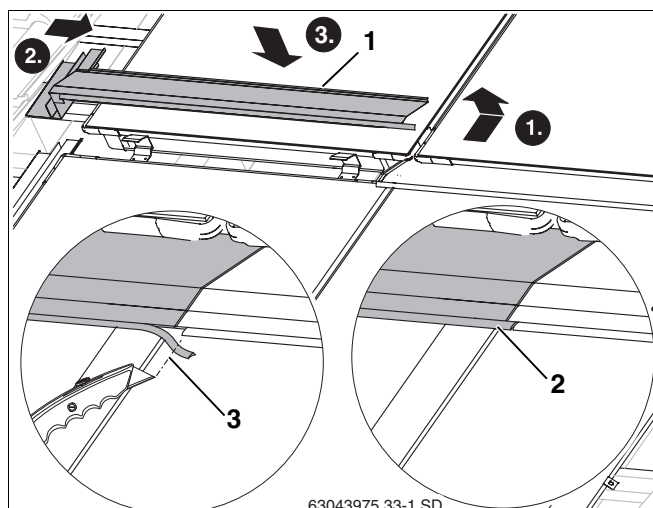

Fig. 54 Poser la tôle de recouvrement centrale gauche
- Poser l'équerre de la tôle de recouvrement gauche (fig. 54, **pos. 1**) comme pour la tôle droite dans la rainure du châssis du capteur.
- Couper la lèvre en caoutchouc (fig. 54, **pos. 3**) jusqu'à ce qu'elle touche la lèvre en caoutchouc de la tôle de recouvrement droite.
- Insérer la lèvre en caoutchouc de la tôle de recouvrement gauche sur la rainure de la tôle droite (fig. 54, **pos. 2**).